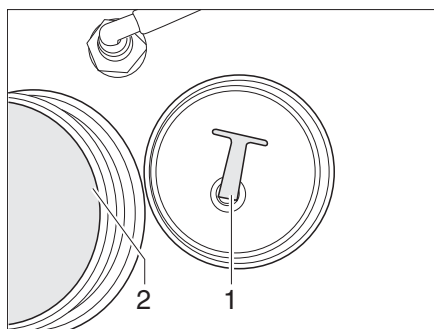

Fig. 145 Depósito de agua
- Desenroscar la tapa de cierre (Fig. 145,2).
- Desenroscar la tapa de cierre (Fig. 145,2) del depósito de agua.
- Extraer o desenroscar el tapón de cierre (Fig. 145,1) del orificio de salida. Se vacía el agua.